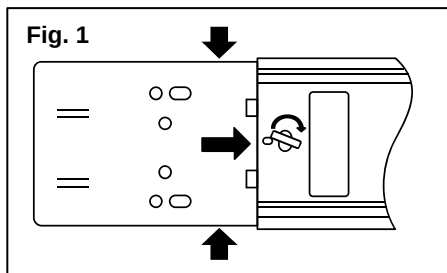

Fig. 1
1. Retirez le **couvrete du canal** du **corps de l'appareil**. (Fig. 1)